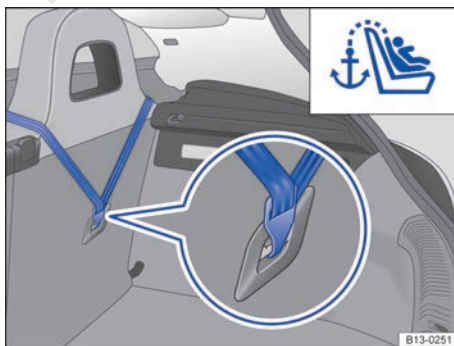

Fig. 42 En el maletero: cinturón de fijación superior enganchado.
- Enganche el cinturón de fijación superior en la argolla de sujeción correspondiente marcada como Top Tether en el maletero → fig. 42.